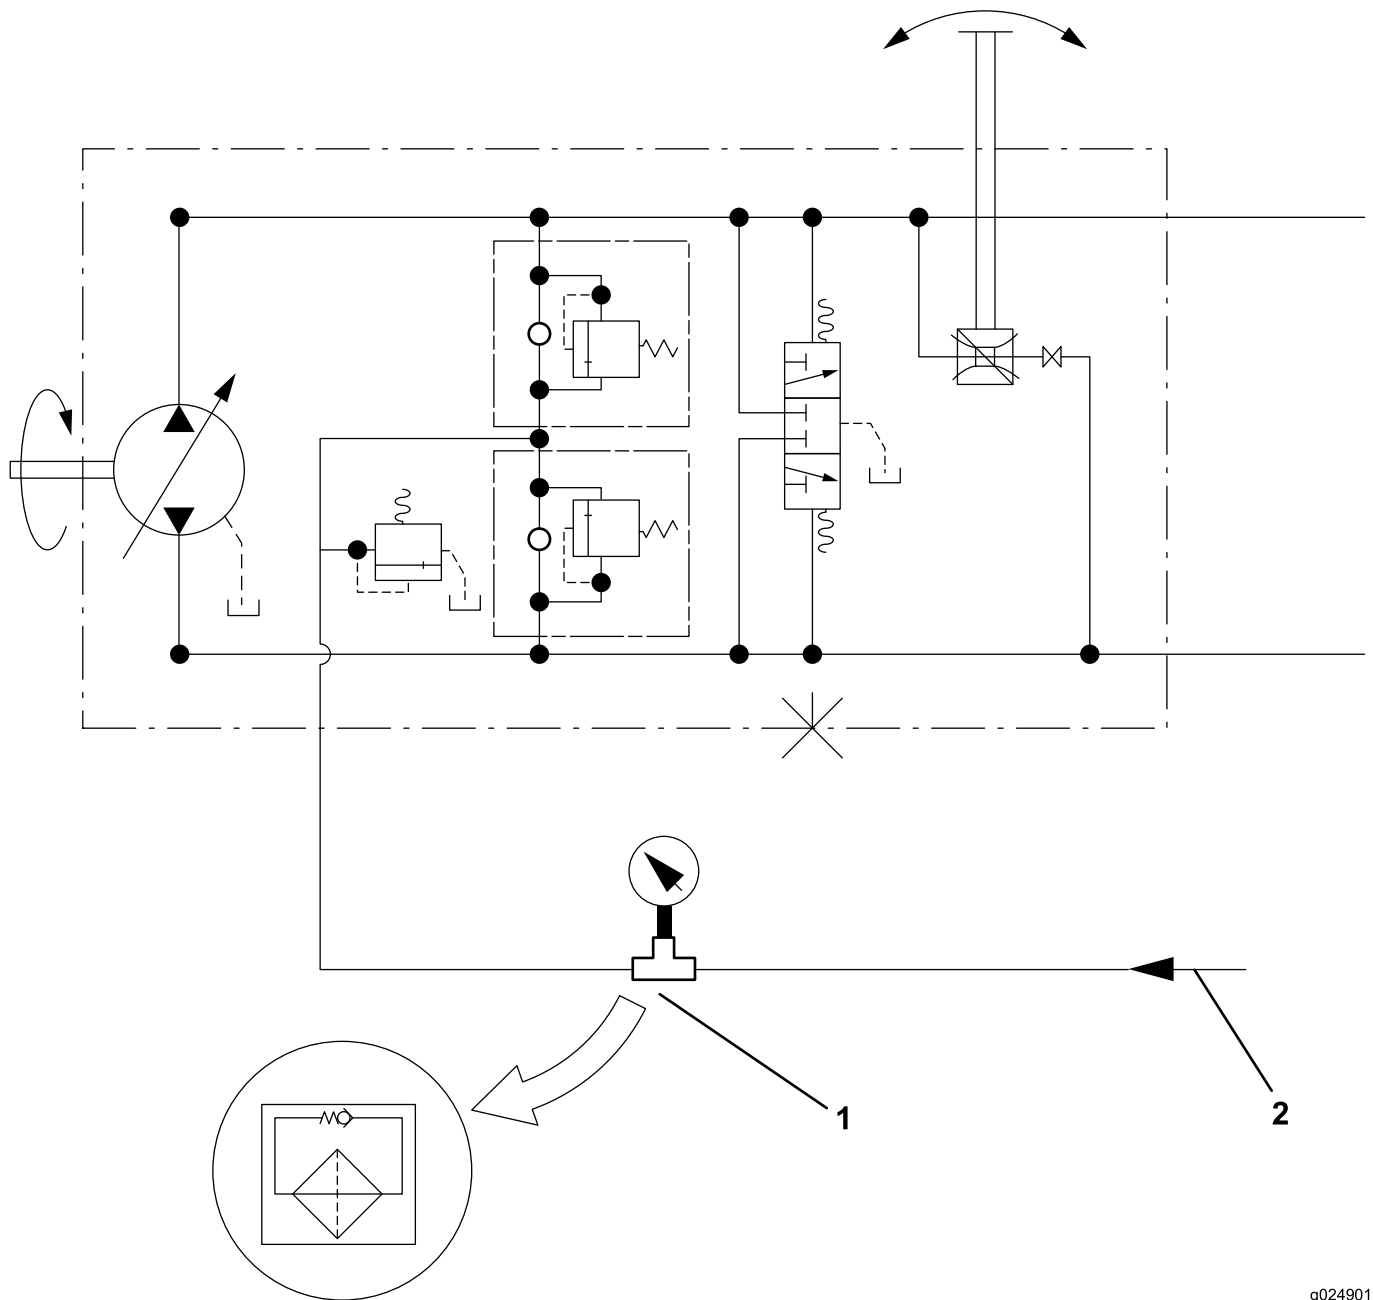

Bild 5
- Entfernen Sie den kleineren Ladehydraulikfilterkopf und setzen Sie ein Druckmanometer für 3450 kPa (500 psi) in das Ladezufuhrrohr ein, wie in Bild 5 abgebildet. Wenn das Druckmanometer Teil eines Durchflussmessgeräts ist, stellen Sie sicher, dass das Durchflussmessgerät nicht restriktiert ist, bevor Sie die folgenden Tests durchführen.